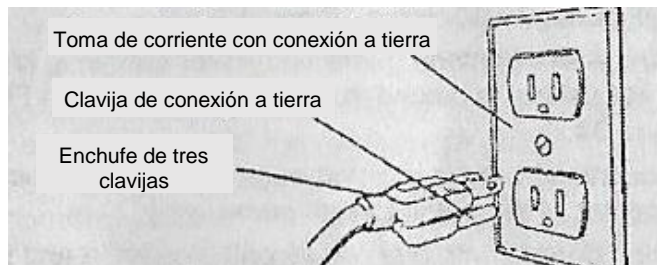

Figura 40: Toma de corriente para tres clavijas.
- El equipo está dotado de un cable que tiene tres conductores con potencia nominal de 300V, y un enchufe de tres clavijas (véase la figura 40), para la protección del operador contra el riesgo de choque eléctrico.
- El enchufe con clavija para conexión a tierra debe conectarse directamente a una toma de corriente con tres ranuras, adecuadamente instalada y conectada a tierra (figura 40).